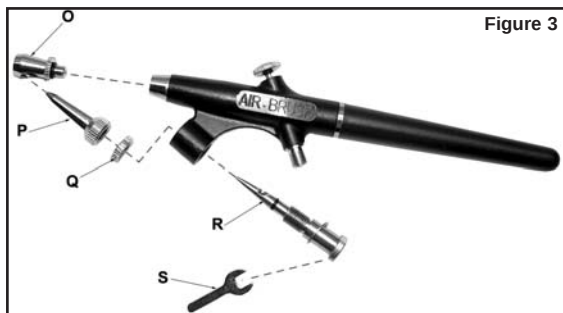

Figure 3
1. Démontez l'aérographe en suivant la procédure suivante (voir Figure 3) :
- a. Maintenez le capuchon du gicleur (P) et le contre-écrou (Q) avec le pouce et l'index.
- b. À l'aide de la clé fournie (S), placez l'aiguille d'intensité (R) sur une surface plate et desserrez-la en tournant dans le sens antihoraire.
- c. Déposez l'aiguille d'intensité (R).
- d. Nettoyez l'aiguille d'intensité (R), le capuchon du gicleur (P) et la buse d'air (O) à l'aide d'un chiffon de coton imbibé d'un diluant ou solvant approuvé. Un pinceau en fine soie fera également l'affaire.